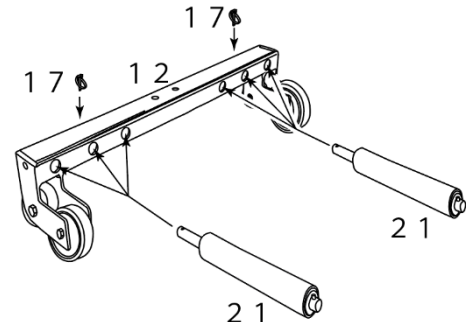

図3
- ③ タイヤの大きさに合わせて21, ローラーASSYを12, ベースフレームに差し込み17, スナップピンを使用して固定してください (図3参照)。